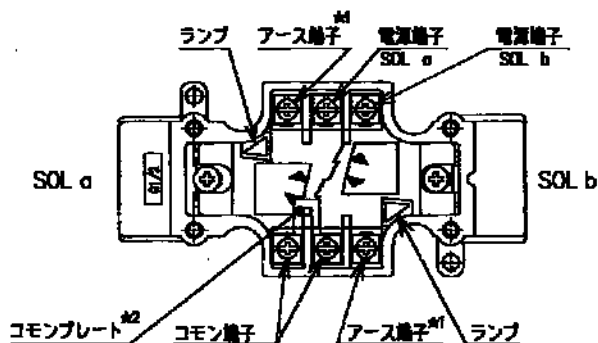

図6 ダブルソレノイド形の端子台
(5) 各端子に配線してください。(P14 図 6、7 参照)